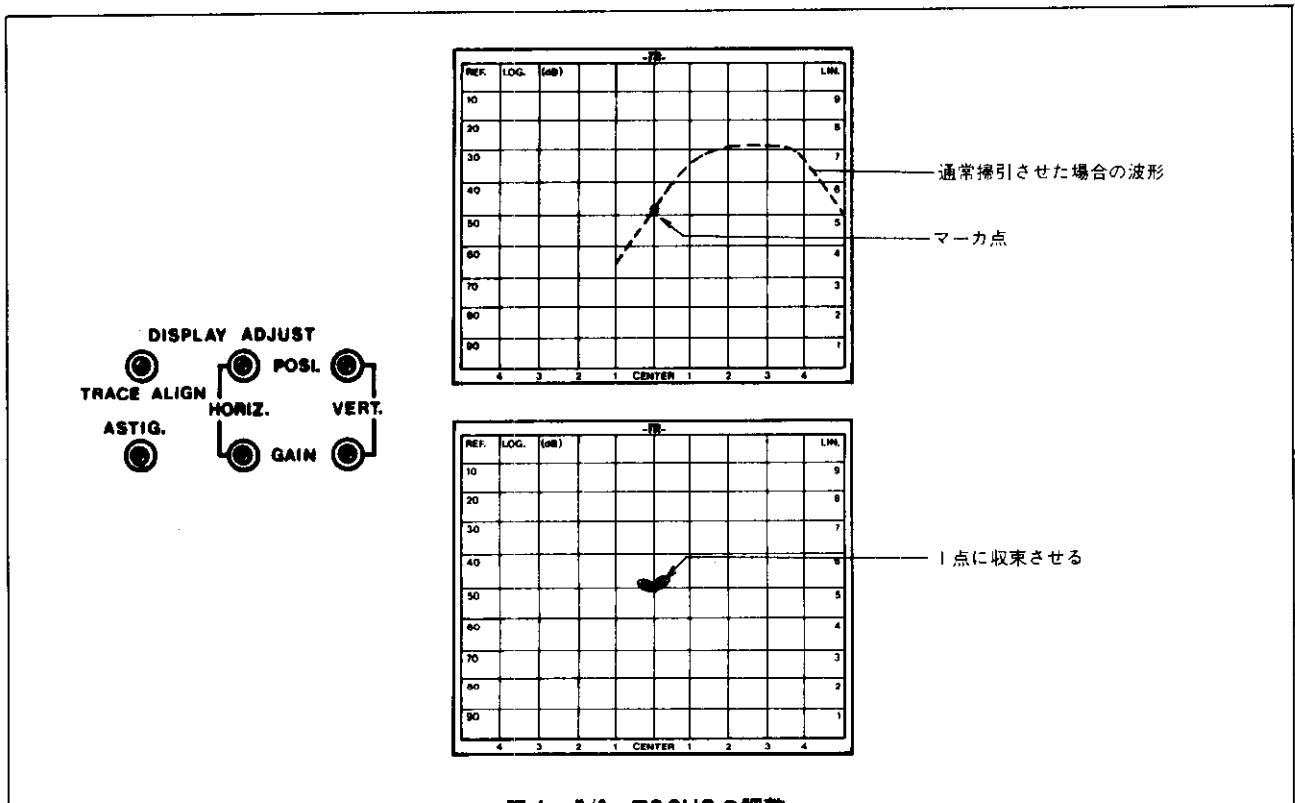

図4-7/8 FOCUSの調整
4. **TUNING** つまみを回して、マーカ点が200MHz CAL. 信号の波形のすそにくるようにし、水平軸中央 (**CENTER**) に合わせます。〔図4-7〕